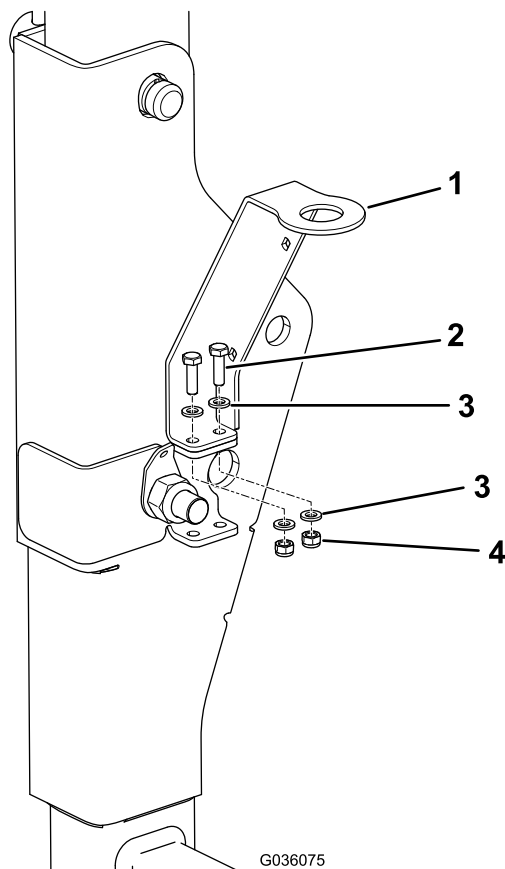

Figura 9
5. Alinhe os pequenos furos no suporte do sinal luminoso com os furos superiores no suporte do ROPS (Figura 9)